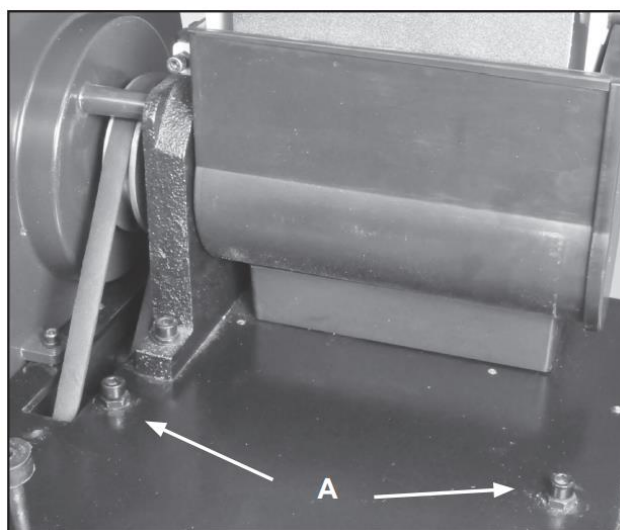

Рис.12
2. На верхней части корпуса, под рамой узла шлифовальной ленты, находятся два болта и гайки с шестигранной головкой. Они соединяются с рамой двигателя и регулируют натяжение клинового ремня, поворачивая двигатель. Рис. 12.
На верхней части корпуса, под рамой узла шлифовальной ленты, находятся два болта и гайки с шестигранной головкой. Они соединяются с рамой двигателя и регулируют натяжение клинового ремня, поворачивая двигатель. РИС. 12 А. Ослабьте стопорные гайки, а затем поверните болты так, чтобы рама двигателя переместилась, чтобы ослабить натяжение клинового ремня.